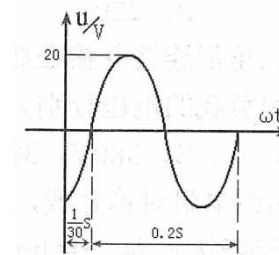

图 1-5
30. 如图 1-5 所示为一正弦交流电压的波形图, 其瞬时值表达式为 ( )